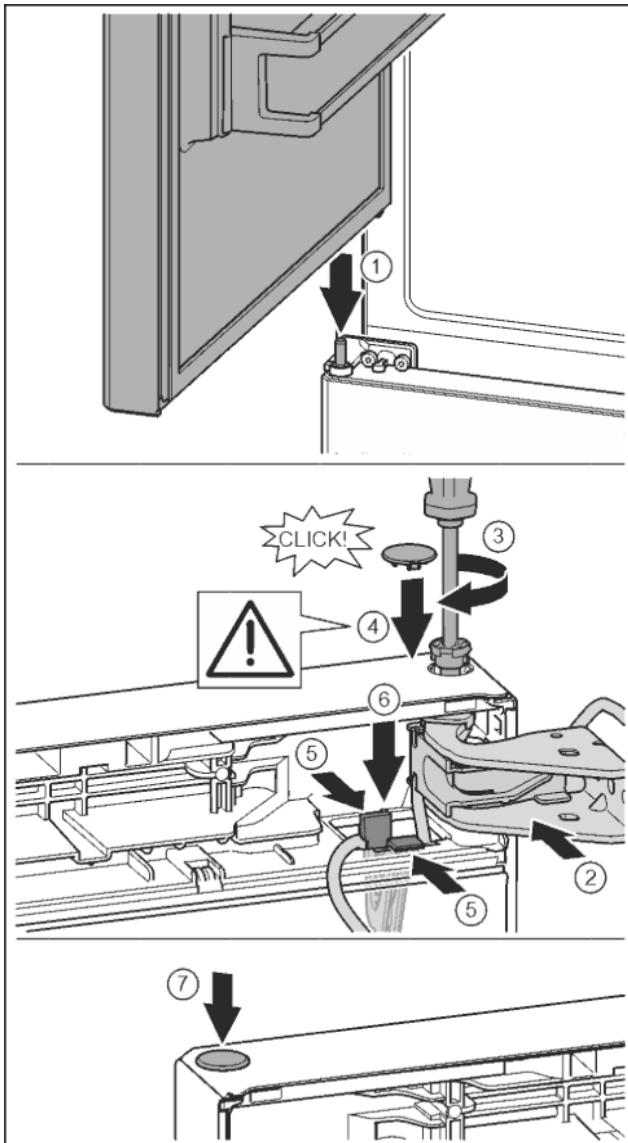

Fig. 38
- Дверь вверху выровнять по отверстию в опорном кронштейне. (1)
- Вставить палец и затянуть отверткой T15. Fig. 38 (4)
- Установить предохранительную крышку для защиты двери: вставить предохранительную крышку и проверить, прилегает ли она к двери. В ином случае вставить палец полностью. Fig. 38 (5)
- Вставить заглушку. Fig. 38 (7)